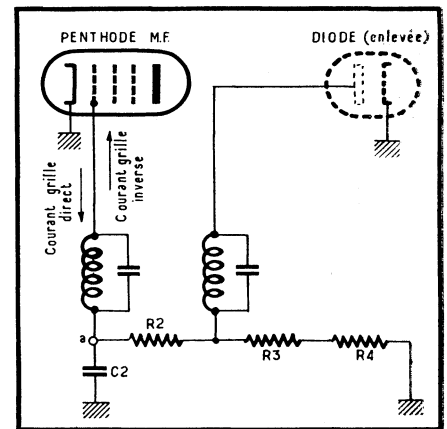

Fig. 326. — Pour mettre en évidence un courant grille on effectue la mesure après avoir enlevé la diode.
Lorsqu'une lampe, normalement alimentée en tant que tensions de chauffage, anodique et d'écran, comporte une résistance élevée dans son circuit de grille (ce qui est le cas de l'amplificatrice M.F. de la figure 326) on constate très souvent l'existence d'une faible tension au point a, c'est-à-dire, sur sa grille.
a. — *Courant direct de grille* où la grille joue un rôle analogue à celui d'une cathode, c'est-à-dire émet des électrons. Un tel courant tend à rendre une grille positive (tension positive au point *a* de la figure 326). Plusieurs facteurs interviennent dans la naissance d'un courant direct de grille, parmi lesquels on peut mentionner :
Pour se rendre compte de l'existence d'un courant de grille dû à la penthode M.F., dans le cas de la figure 326, il faut évidemment supprimer toutes les autres causes de chute de tension dans  $R_2$ ,  $R_3$  et  $R_4$ , et notamment la diode (courant résiduel). Le moyen le plus simple, lorsque les lampes ne sont pas chauffées en série, c'est d'enlever la diode ou le tube qui la contient.
(tension négative au point *a* de la figure 326).